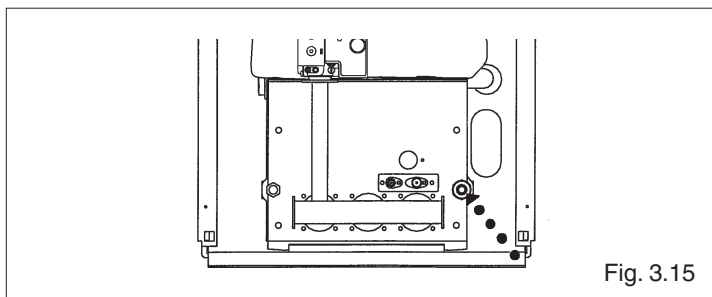

Fig. 3.15
- Prima di iniziare questa fase verificare che il rubinetto di scarico della caldaia sia chiuso (fig. 3.15)